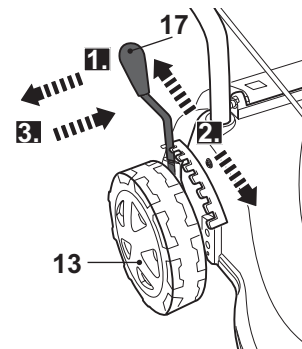

Fig. 14
- > Tirez le levier [17] vers la roue [13] et déplacez-le vers l'avant ou vers l'arrière pour ajuster la hauteur de coupe (Fig. 14).
- > Relâchez le levier [17] pour l'engager (Fig. 14).